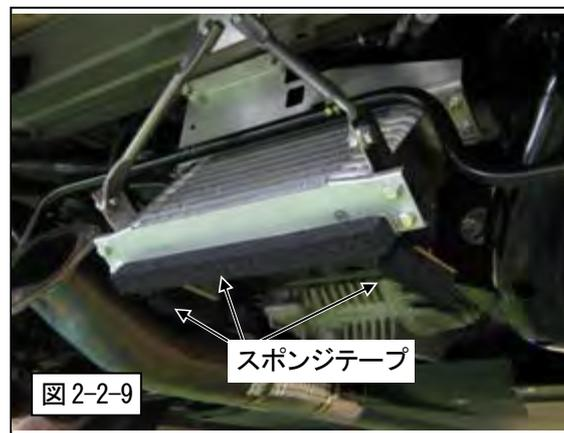

図 2-2-8
(5) コア ASSY を車体へ取付けてください。(図 2-2-8)